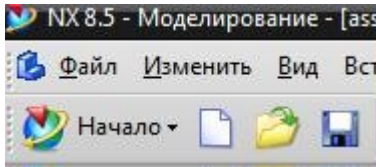
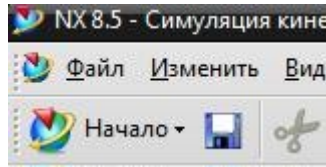
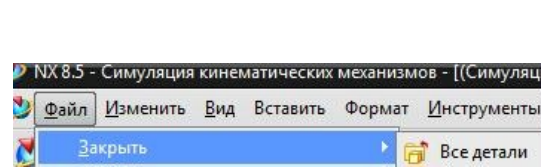

Рис.78
рис.79
рис.80
• **ПРИМЕЧАНИЕ:** В приложении “Симуляция кинематических механизмов” одновременно можно работать **только с одним** проектом. В *Стандартной* панели инструментов даже нет команды *Открыть*, чтобы загрузить другой проект. Сравните *Стандартные* панели инструментов в приложении “*Моделирование*” (рис.78), и в приложении “Симуляция кинематических механизмов” (рис.79). Поэтому, чтобы загрузить и просмотреть анимацию нового проекта нужно обязательно выгрузить предыдущий проект, то есть выполнить команду как на рис.80.